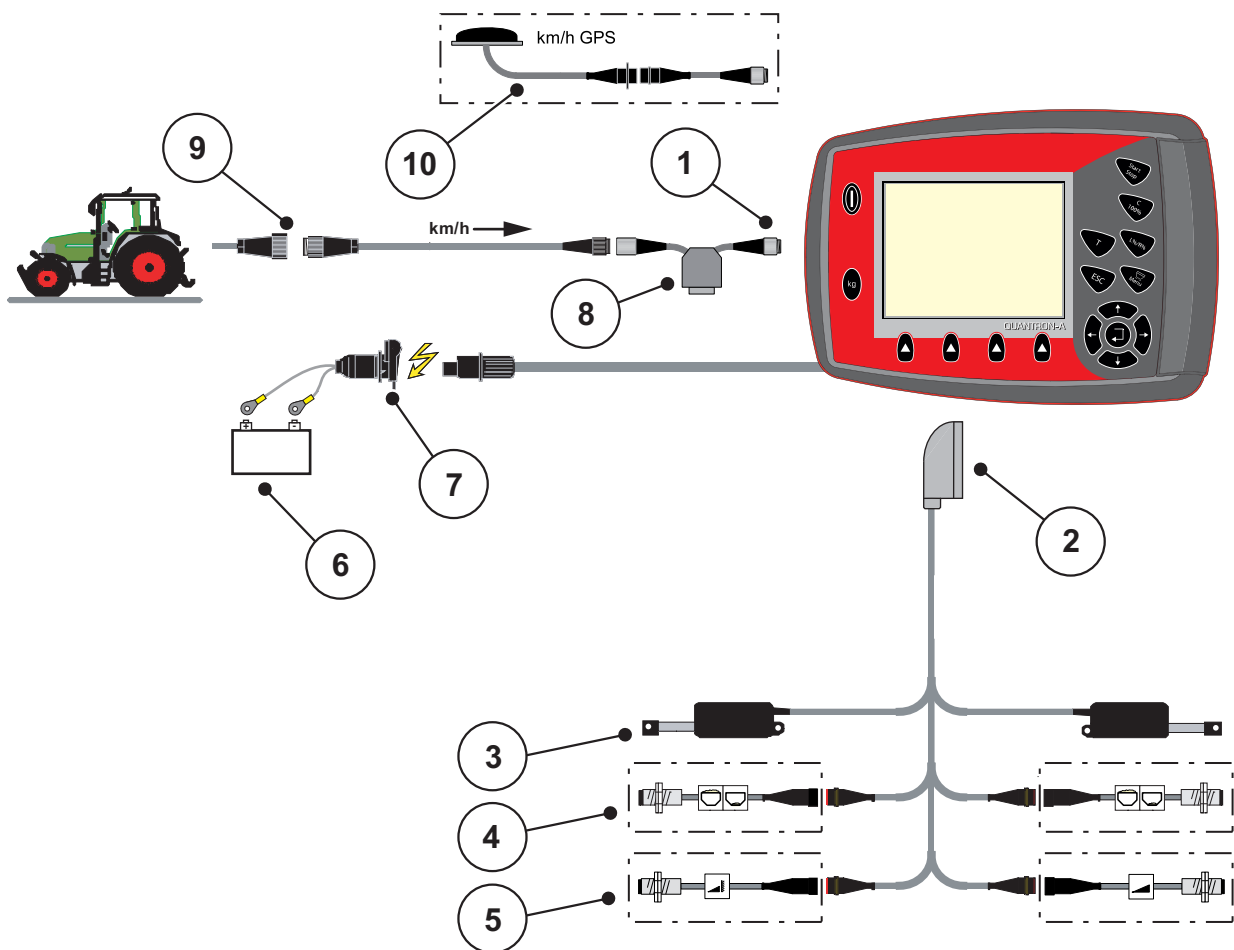
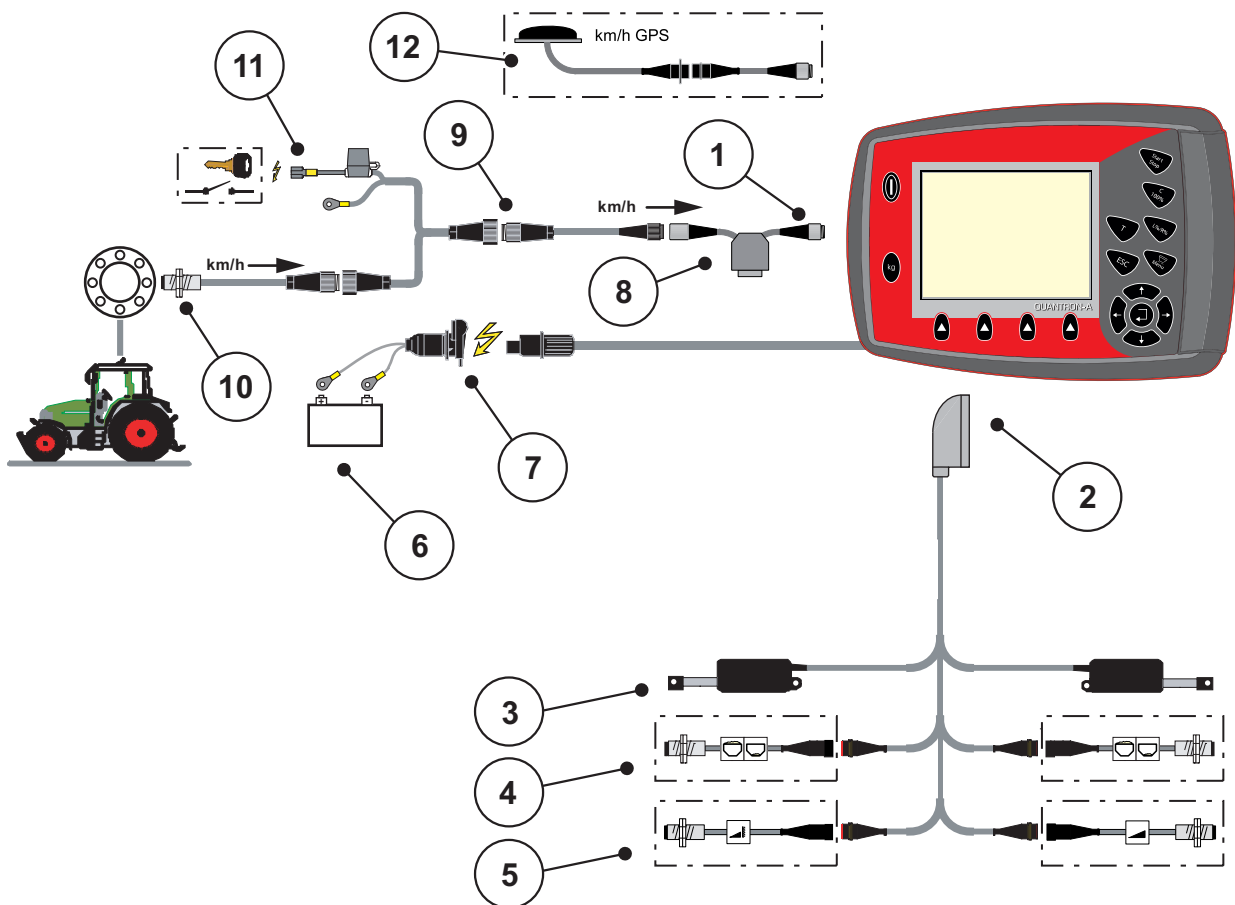

Figure 3.3 : Aperçu schématisé du branchement QUANTRON-A (Standard)
Figure 3.5 : Aperçu schématisé du branchement QUANTRON-A
Les prises à 7 pôles pour le tracteur et le capteur de vitesse sont disponibles comme équipement complémentaire (en option), voir figure 3.3 à figure 3.5.
- Brancher l'unité de commande à la prise à 7 pôles ou au capteur de vitesse (selon l'équipement, voir figure 3.3 à figure 3.5).